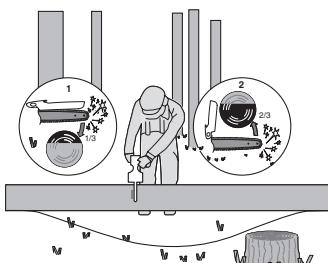

Figura 4
Dacă bușteanul se sprijină pe ambele capete, vezi figura 4, tăiați de sus 1/3 din diametru (1). Finalizați debitarea print-o tăiere de jos în sus a diametrului râmas (cele 2/3 rămase) (1), având grija să întâlniți tăietura de sus.